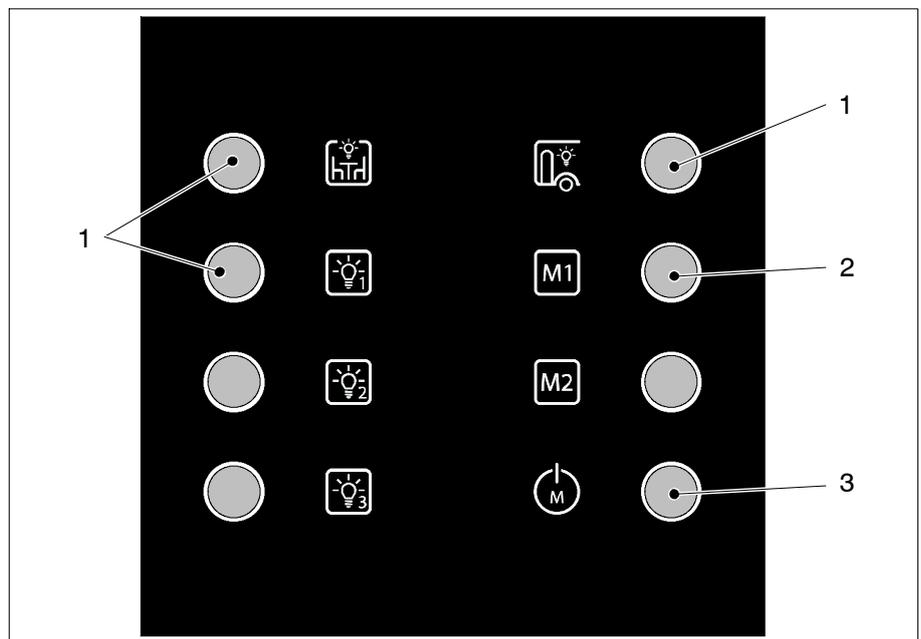

Bild 1 Beispiel für den Aufbau einer Bedientafel
- ▶ Licht-Taster (Bild 1, Pos 1) eines Lichtkreises kurz drücken.
- ▶ Licht-Taster (Bild 1, Pos 1) des Lichtkreises erneut kurz drücken.
- ▶ Licht-Taster (Bild 1, Pos 1) eines Lichtkreises drücken und gedrückt halten (mehr als ca. 1 s).
- ▶ Licht-Taster (Bild 1, Pos 1) des Lichtkreises loslassen.
- ▲ Wird ein Licht-Taster (Bild 1, Pos 1) gedrückt und gedrückt gehalten, ändern sich die Dimmrichtung mit jedem erneuten Tastendruck.
- ▶ Wird der Taster "Licht-Hauptschalter" (Bild 1, Pos 3) kurz gedrückt, erlöschen alle Lichtkreise gleichzeitig.
- ▶ Gewünschte Situation über die verschiedenen Licht-Taster (Bild 1, Pos 1) einstellen.
- ▶ Eine Speicher-Taste (Bild 1, Pos 2) oder den Taster "Licht-Hauptschalter" (Bild 1, Pos 3) drücken und für mehr als ca. 10 s gedrückt halten.
- ▶ Speicher-Taster (Bild 1, Pos 2) kurz drücken (der Taster "Licht-Hauptschalter" muss länger als 0,5 s gedrückt werden).
- ▲ Die einzelnen Lichtkreise können jetzt über die Licht-Taster beliebig ein- und ausgeschaltet bzw. gedimmt werden oder über den Taster "Licht-Hauptschalter" (Bild 1, Pos 2) ausgeschaltet werden.